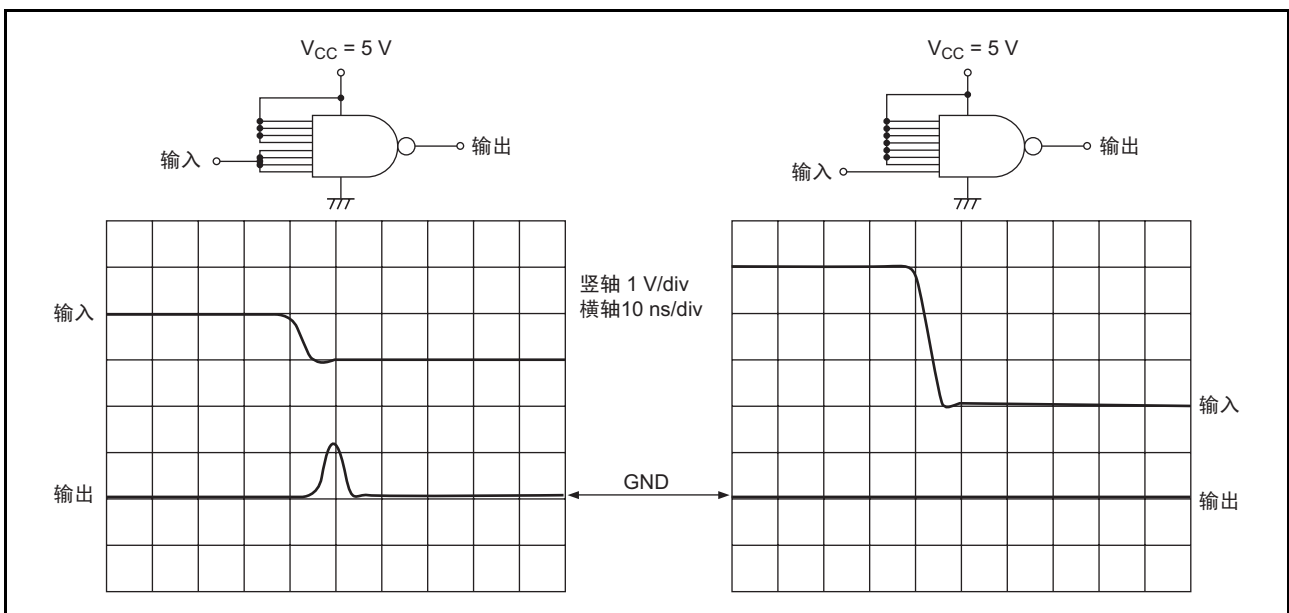

图5 “H”输入电压的变动引起的输出异常波形（HD74LS30）
- 通常，如果TTL的“H”输入电压在2V到最大额定电压上限值的范围内，就不会产生误动作。如图5所示，在LSTTL的肖特基势垒二极管（SBD）输入时，即使输入电压在“H”输入电压的范围内，如果输入电压从高电压突然变为低电压，输出引脚就可能因SBD寄生电容而产生异常波形。因此必须注意：不能因噪声的影响而使“H”输入信号发生突变。